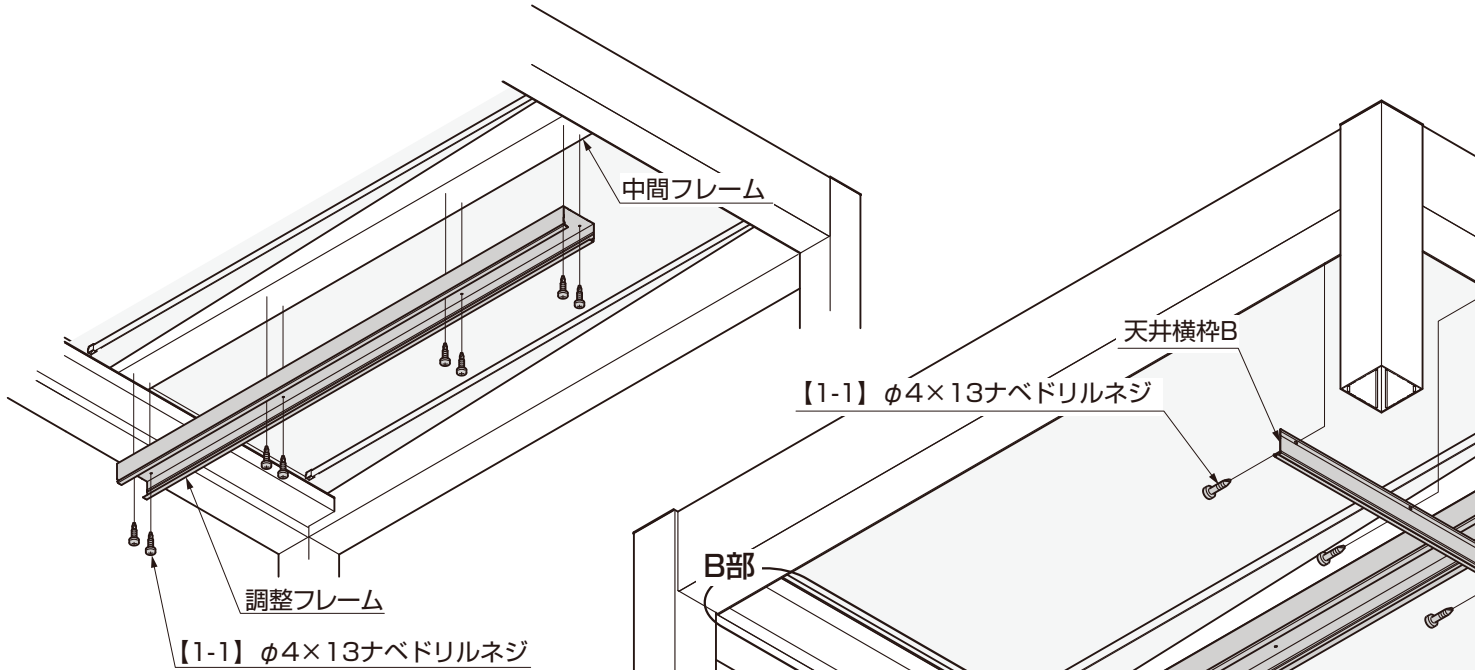

図4-1 2スパン以上の場合
- ①2スパン以上取付けの場合は、調整フレームを中間フレームに【1-1】で取付けてください。(図4-1参照)